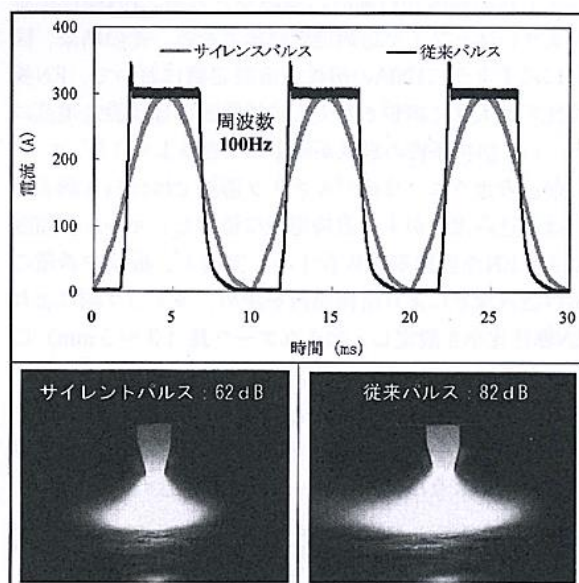

図 266-2 サイレントパルス機能の特徴
- 図 266-2 に示すようにパルスピーク電流 300A，ペー